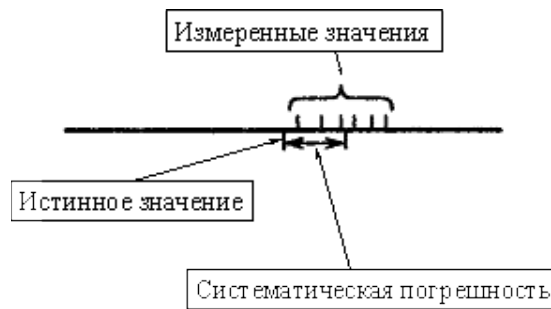

Рис.2
**Систематические погрешности** могут быть связаны с ошибками приборов (неправильная шкала, неравномерно растягивающаяся пружина, неравномерный шаг микрометрического винта, не равные плечи весов и т. д.) и с самой постановкой опыта. Они сохраняют свою величину (и знак!) во время эксперимента. В результате систематических погрешностей разбросанные из-за случайных погрешностей результаты опыта колеблются не вокруг истинного, а вокруг некоторого смещенного значения (рис.2). погрешность каждого измерения искомой величины можно предсказать заранее, зная характеристики прибора.